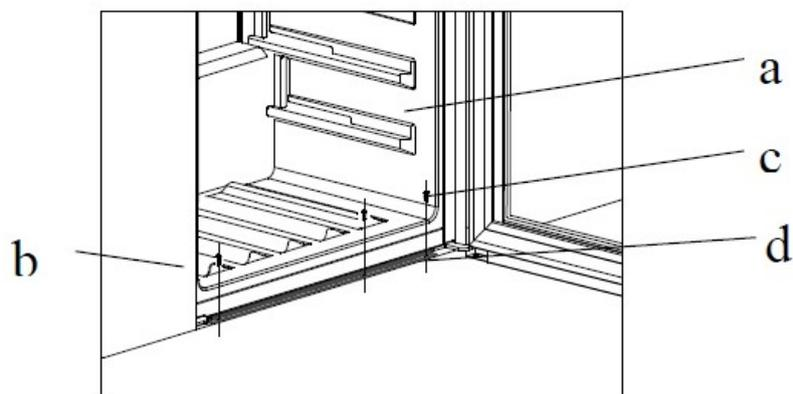

fig. 1
1. Inclinare la cantina a 45°, rimuovere la cerniera inferiore dx(1); rimuovere il supporto di allineamento porta sull'angolo sn (4)(fig. 1,2)
1. Inserire la cantina (a) all'interno del mobile (b) in posizione corretta. (fig. 1)
2. Fissare con le viti (c) la staffa (d) alla base del mobile. (fig. 1 e 2)